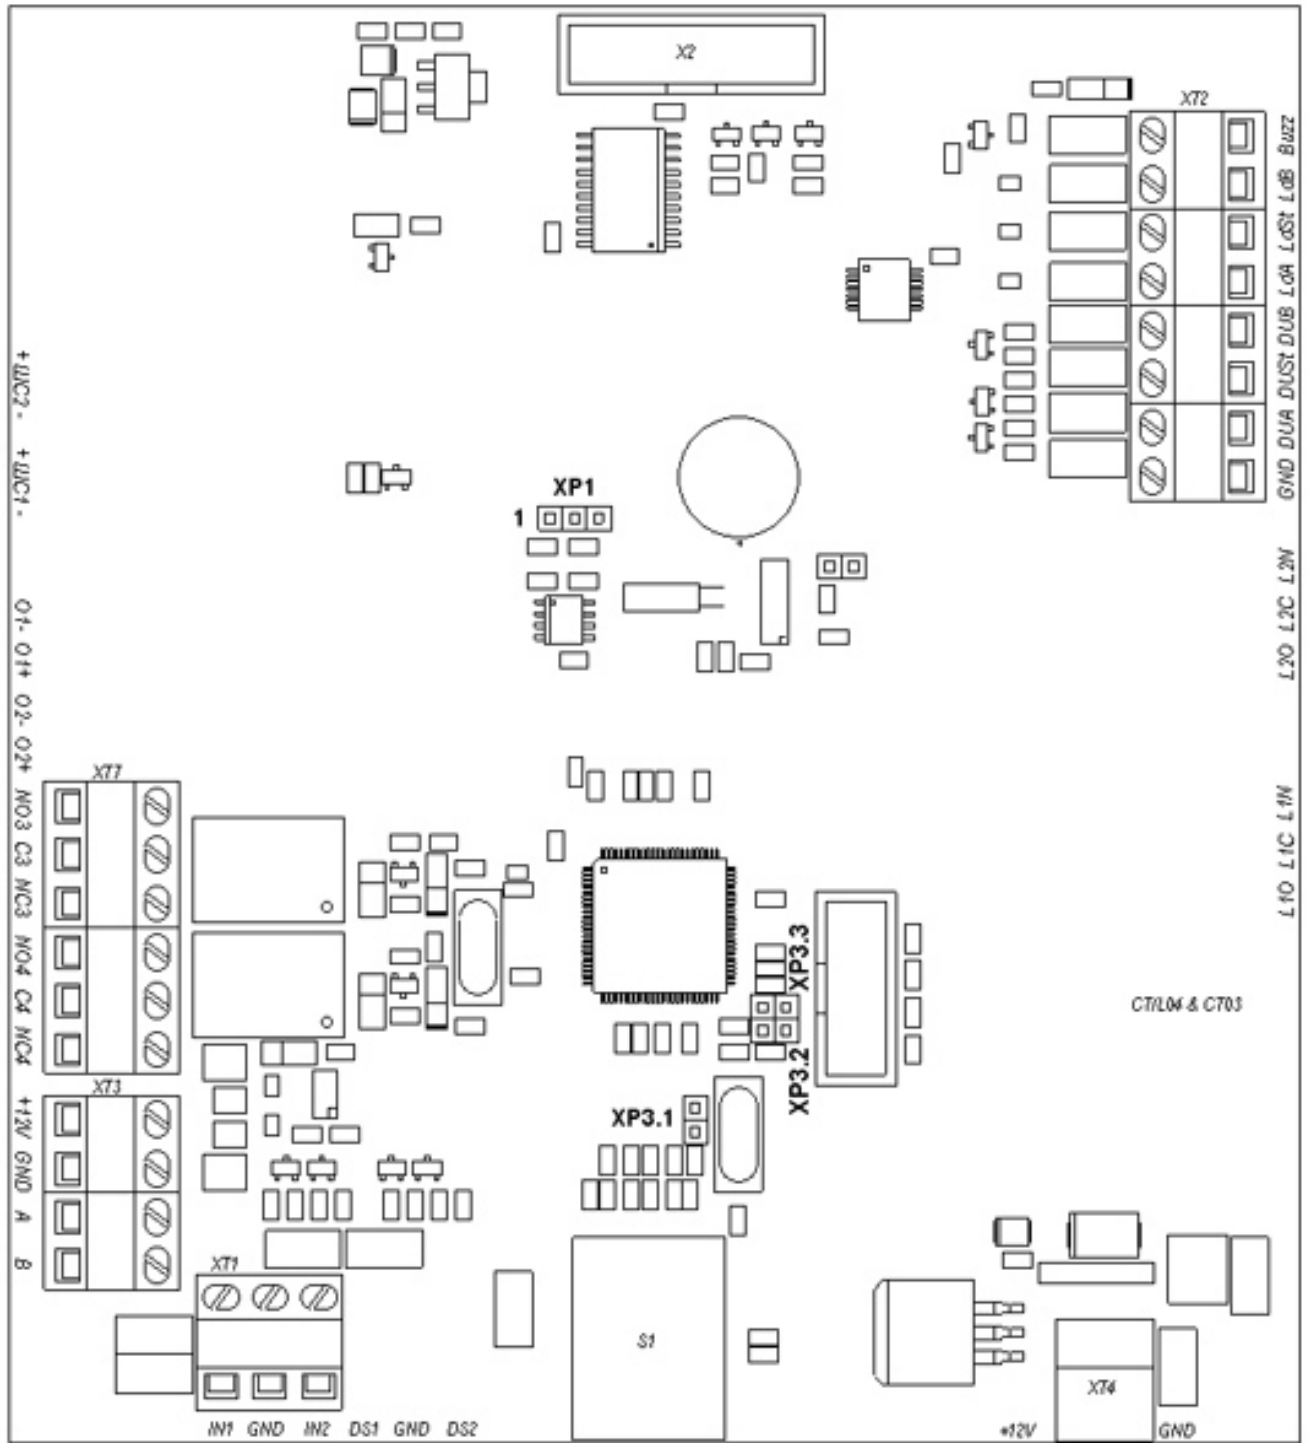

Рисунок 3 – Внешний вид платы контроллера *PERCo-CT03*
5.2.4 Пульт управления выполнен в виде небольшого настольного прибора в корпусе из ударопрочного АБС пластика и предназначен для задания и индикации режимов работы при ручном управлении КТ05.3. Пульт управления подключается к плате *PERCo-CT03* гибким многожильным кабелем (17) через клеммную колодку "XT2" (см. рисунок 3).
На лицевой панели пульта управления расположены три кнопки для задания режимов работы КТ05.3. Над кнопками расположены индикаторы. *Средняя* кнопка *DUST* (далее – кнопка "*Запрет прохода*") предназначена для переключения КТ05.3 в режим "*Запрет прохода*". *Левая* и *правая* кнопки (далее – кнопки "*Разрешение прохода*") предназначены для разблокировки КТ05.3 в выбранном направлении. Изменить ориентацию пульта управления относительно установки стойки КТ05.3 (если на месте установки стойка обращена к оператору не лицевой, а тыльной стороной) можно, поменяв местами провода от пульта управления, подключаемые на контакты *DUA* и *DUB*, а также *Led A* и *Led B* соответственно (рисунок 3 и рисунок А.1 Приложения А).
5.2.5 На плате контроллера *PERCo-CT03* (рисунок 3) расположены:
5.3.2 Подключение указанных в п. 5.3.1.1 автономных устройств производится с помощью кабелей (17) и (19) к соответствующим клеммным колодкам «ХТ2» и «ХТ4» платы PERCo-CT03 (рисунок 3) в соответствии со схемой подключения (рисунок А.1 Приложения А).